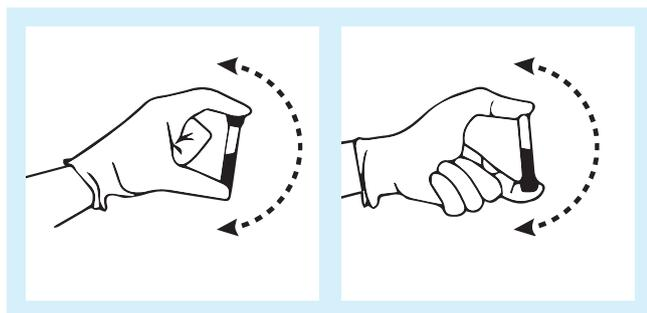

Fig 2 Inverser le flacon 20 fois en la tenant d'un bout à l'autre, en effectuant un mouvement de rotation très rapide du poignet pendant le mélange.
3. En tenant le flacon d'un bout à l'autre entre le pouce et l'index, inverser le flacon 20 fois en faisant un mouvement de rotation très rapide du poignet pendant le mélange. Les détails peuvent être vus dans une vidéo sur le site MySysmex (voir Fig. 2).